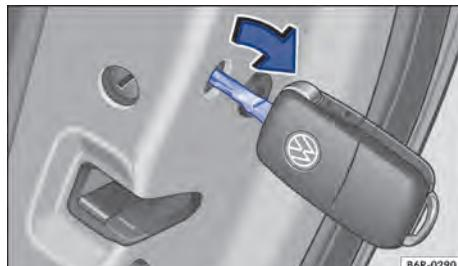

Fig. 170 Travamento de emergência do veículo com a chave do veículo.
- Introduzir a haste da chave na fenda do entalhe e girar no sentido horário até o batente → Fig. 170.